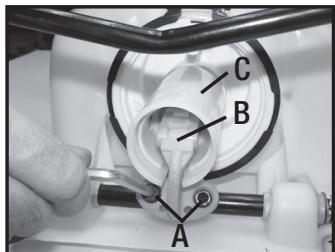
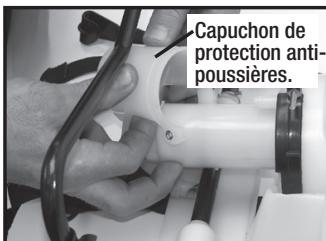

Figure 1
Figure 9
1) Retirez la goupille fendue et la poignée de la pompe. Placez la pompe vers vous et déposez l'appareil sur le dos (figure 1). Desserrez la pince du boyau et retirez le boyau du pulvérisateur. Attention : il pourrait rester du liquide dans le boyau et dans le cylindre de pression. Retirez l'écrou et le boulon du bouchon protecteur et retirez le bouchon (réf. figure 9). Tournez l'arbre de la pompe pour atteindre les deux boulons du levier (A). Utilisez une clé allen et retirez les boulons du levier. Sortez l'assemblage de piston (B) du cylindre du piston (C).